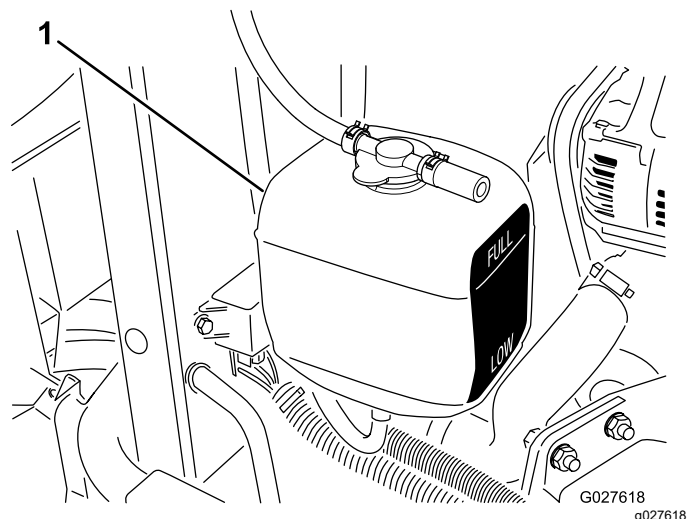

Figura 73
3. Verificați nivelul lichidului de răcire din rezervorul de expansiune (Figura 73).